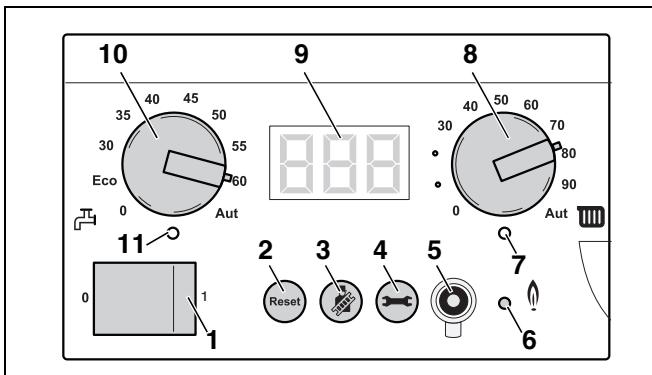

Рис. 90 Главный регулятор ВС10
- С помощью ручки установки максимальной температуры котловой воды (рис. 90, поз. 8) установить максимальную температуру котловой воды для режима отопления (см. таб. 16).